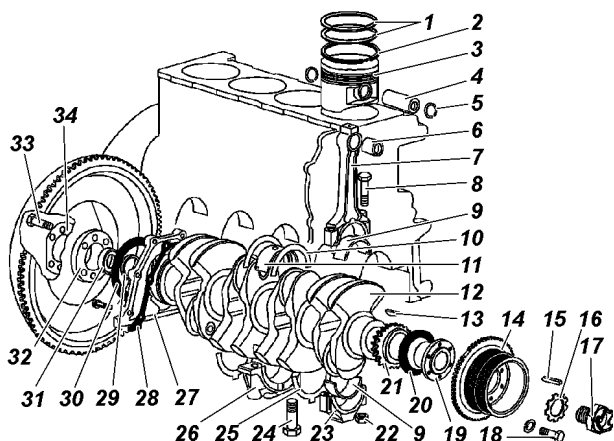

Рис. 4.122. Кривошипно-шатунный механизм:
- снимите крышки 23 (рис. 4.122) шатунов вместе с вкладышами 9;